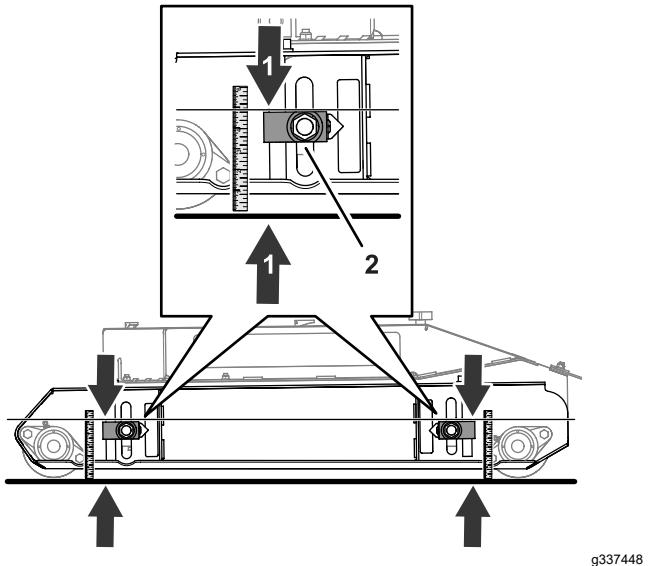

**Figura 78**
1. En las carcchas de corte en las que va a ajustar la inclinación del cortacésped, alinee la cuchilla central como se muestra en la Figura 78.